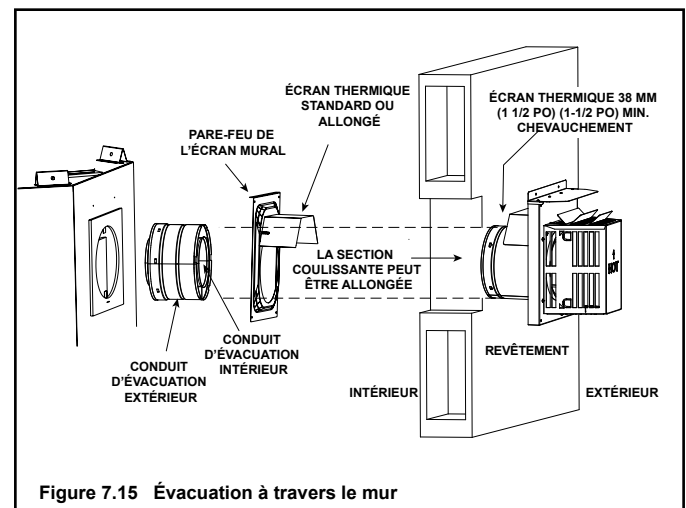

Figure 7.15 Évacuation à travers le mur
- **NE PAS** retirer les écrans thermiques fixés au coupe-feu mural et au bouchon d'extrémité horizontale (illustrés à la Figure 7.15).
L'écran thermique comprend deux parties. L'une des parties a été fixée à l'écran mural pare-feu lors de la fabrication. L'autre partie a été fixée au bouchon de l'extrémité lors de la fabrication. Voir la Figure 7.15.